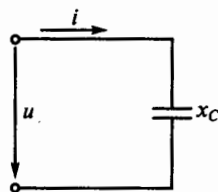

Рис. 67
**3.4.** Напряжение на зажимах цепи с емкостным сопротивлением  $x_C$  (рис. 67) изменяется по закону  $u = 220 \sin(314t + \pi/4)$ . Каков закон изменения тока в цепи, если  $x_C = 50$  Ом?